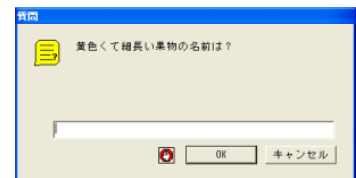

図3 質問と回答入力
2. 部品「質問と回答入力」は、図3のようにプロパティの質問1,2に書かれた内容を表示し、回答入力